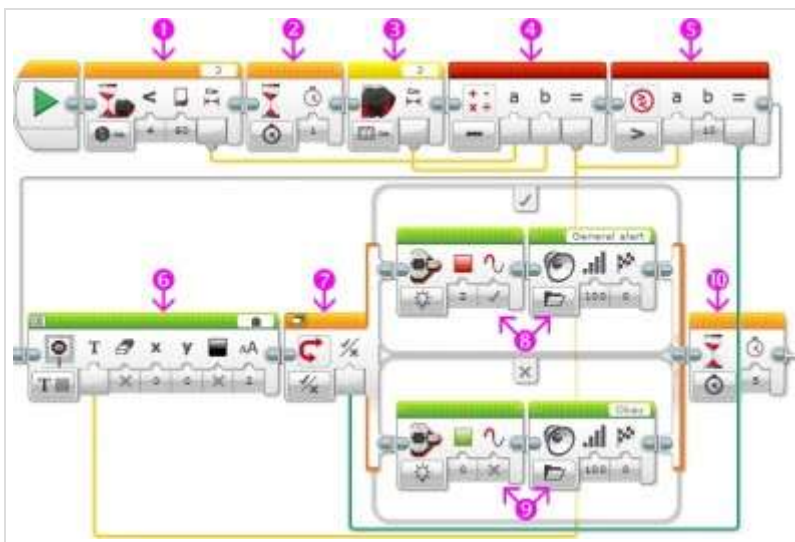

Рис. 7
1. С помощью программного блока **"Ожидание"** ждём появления объекта в зоне контроля робота (Рис. 7 поз. 1). Расстояние до объекта передаем в программный блок **"Математика"** (Рис. 7 поз. 4).
3. Второй раз снимаем показание ультразвукового датчика (Рис. 7 поз. 3) и передаем полученное значение в программный блок **"Математика"** (Рис. 7 поз. 4).
4. В программном блоке **"Математика"** находим расстояние, пройденное объектом измерения за 1 секунду. Полученное значение передаем в программный блок **"Сравнение"** (Рис. 7 поз. 5) и выводим на экран (Рис. 7 поз. 6).
5. С помощью программного блока **"Сравнение"** (Рис. 7 поз. 5) сравниваем пройденное расстояние с пороговым значением, равным **10**. Результат сравнения двух чисел представляет собой логический вывод. Логический вывод может принимать одно из двух значений: **"Да"** или **"Нет"**. Этот вывод мы передаем в программный блок **"Переключатель"** (Рис. 7 поз. 7), настроив его на прием логических значений. Обратите внимание: шины данных, передающие логические значения, окрашены в зеленый цвет, в отличие от желтых шин данных, передающих числовые значения. (В дальнейшем мы подробнее ознакомимся с принципами обработки логических значений).
6. С помощью программного блока **"Переключатель"** мы организуем две ветки поведения программы в зависимости от скорости объекта. Если объект за **1** секунду приблизился к роботу, больше чем на **10**см, значит, будем считать его приближение критическим и подадим сигналы тревоги (Рис. 7 поз. 8). В противном случае будем считать, что объект движется медленно, в этом случае робот включит зеленую подсветку клавиш модуля EV3 и произнесёт **"Okay"**.
7. В конце программы еще раз воспользуемся программным блоком **"Ожидание"** (Рис. 7 поз. 10) и **"придержим"** завершение программы на 5 секунд, чтобы успеть прочитать информацию на экране модуля EV3.